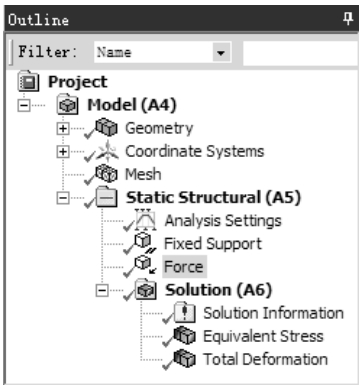
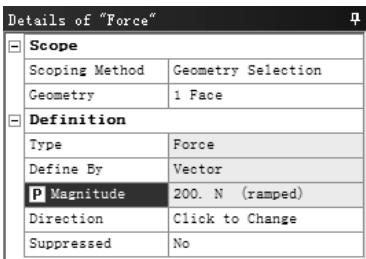
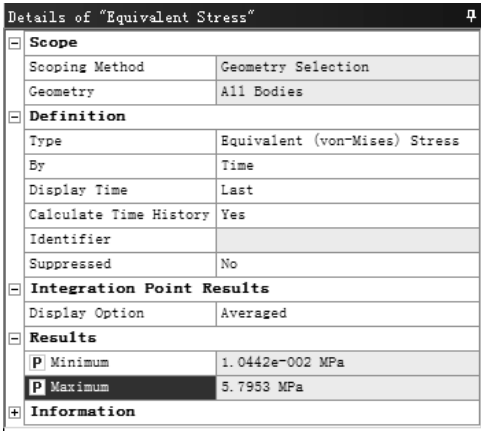
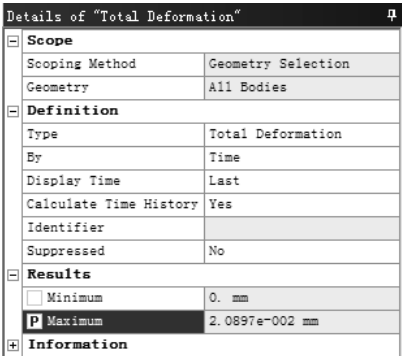

图 2.3.12 “Outline”窗口
图 2.3.13 “Details of ‘Force’”对话框
图 2.3.14 “Details of ‘Equivalent Stress’”对话框
图 2.3.15 “Details of ‘Total Deformation’”对话框
(1) 在 “Engineering Data” 项目列表中双击 ，进入模型界面。
(2) 在图 2.3.12 所示的 “Outline” 窗口中选中  Force 节点，然后在图 2.3.13 所示的 “Details of ‘Force’” 对话框中选中 ，将载荷力作为第 2 个输入参数。
(1) 在图 2.3.12 所示的 “Outline” 窗口中选中  Equivalent Stress 节点，然后在图 2.3.14 所示的 “Details of ‘Equivalent Stress’” 对话框中选中  和 ，将最小和最大应力作为输出参数。
(2) 在图 2.3.12 所示的 “Outline” 窗口中选中  Total Deformation 节点，然后在图 2.3.15 所示